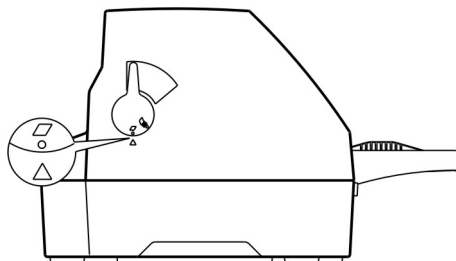

图 3-2：设定进纸方式选择杆
2. 将打印纸选择杆置于单页进纸方式位置。如图 3-2，确保单页纸符号对准上壳的“△”标志。